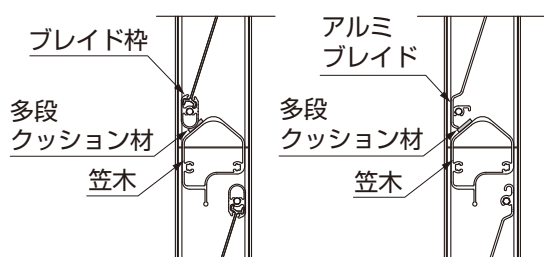
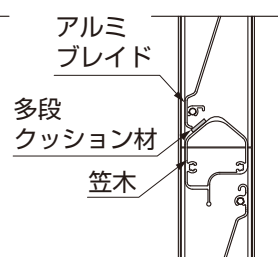

図4-3 S型・M型
図4-4 A型
- ①側枠を下ブラケットに差込んでください。
- ②下段フェンス本体を【4-2】(【5-2】)で主柱(端柱)に固定してください。
- ③多段クッション材を図4-3(図4-4)のように笠木の斜面中央(*1)に貼付けてください。
- ④上段フェンス本体を下段フェンス本体の上に取り付けてください。
- ②下段フェンス本体を【7-2】でコーナー枠に固定してください。
- ③多段クッション材を図4-3(図4-4)のように笠木の斜面中央に貼付けてください。